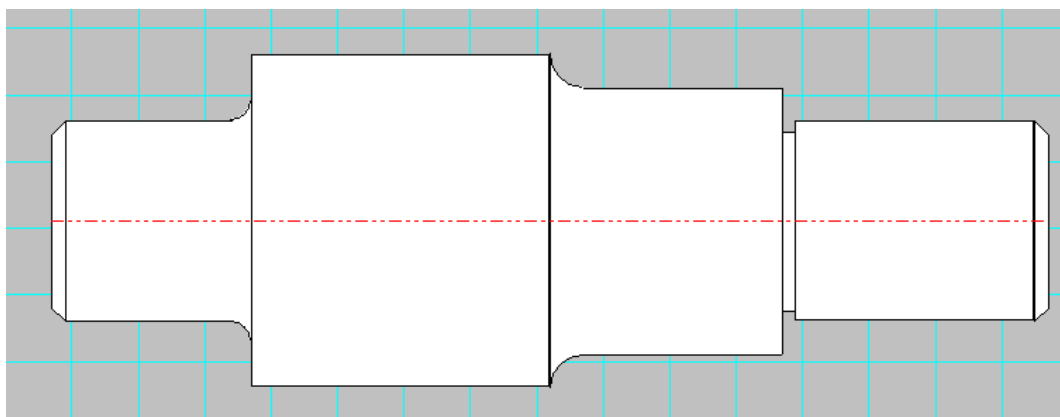

Рисунок 1.5 Редактор АПМ WinShaft. Фрагмент вала с фасками, галтелями и канавкой.
• **Галтель** – представляет собой переходный элемент, предназначенный для уменьшения концентрации напряжений в зоне контакта двух участков вала, имеющих различный диаметр (рисунок 1.5).